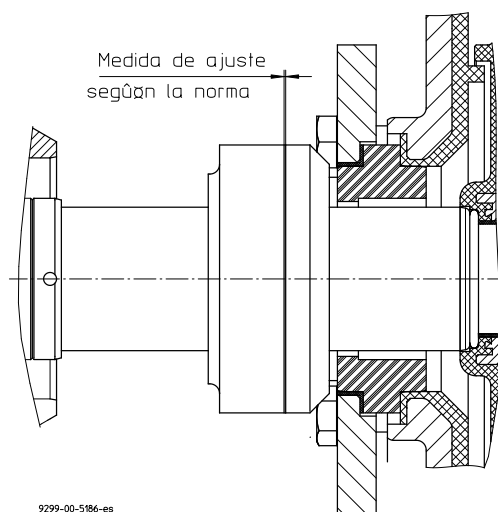

Figura 1
El desgaste del anillo deslizante se puede reconocer perfectamente en la mayoría de productos a través del agrandamiento de la medida de ajuste. Véase **Figura 1**.
- ◆ Ajustar la unidad giratoria (observar la medida de ajuste, véase **Figura 1**) y apretarla sobre el casquillo de protección del árbol.